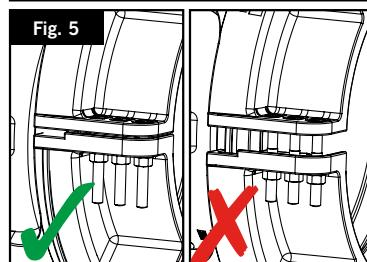

Fig. 5
7) Vor dem Zusammenschrauben muss zwischen den Zentrierschrauben und der Pinole ein Abstand vorhanden sein, damit die Spannbänder angezogen werden können. Schrauben Sie die Zentrierschraube heraus, sodass ein kleiner Spalt (ca. 5 mm) zwischen der Schraubenkappe und der Pinole (siehe Abb. 5) vorhanden ist.
8) Ein Festanschlag ist erreicht, wenn die Schraubenflansche der Spannbänder alle miteinander in Kontakt sind (siehe Abb. 5).
- 7) Prima di procedere al serraggio, occorre che ci sia una distanza tra i bulloni di centratura e la corpo che consenta di avvicinare le bande di serraggio. Allentare i bulloni di centratura in modo che ci sia una piccola distanza (circa 5 mm) tra il tappo del bullone e il corpo (vedere la Fig 5).
8) Si ottiene un arresto sicuro quando le alette di imbullonamento delle bande di serraggio sono tutte in contatto tra loro (vedere la Fig 5).